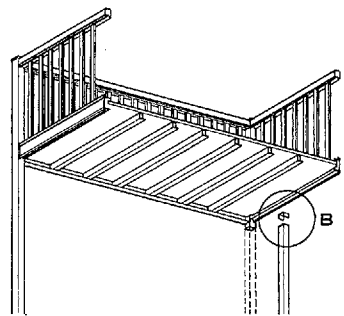

図3 (A部詳細図)
- 連結した側を図3の寸法で切り欠きます。
#### 2. 移動柱の固定 (図3,4)
- ③移動柱へ取付け金具固定穴をあけます。(図3,4)
- 入隅用妻ばりに、躯体取付け用の穴をV溝にあわせてあけます。(図3-A)
- 根太がけ及び前けたにナット及び根太固定あて板で固定します。(図3-B)
- 躯体にφ4.3の下穴をあけタッピンネジで固定します。(図3-B)
(図3-A) ●入隅用妻ばりの穴あけ
(図3-B)